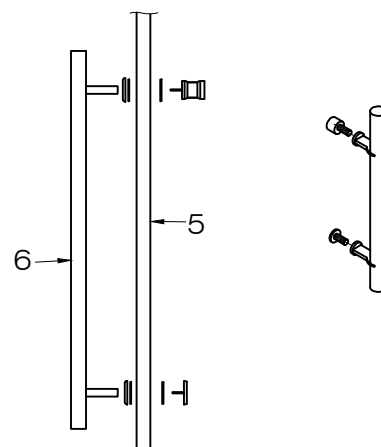

FIG. 9
2. Positionnez la poignée sur la porte. Placez les rondelles en plastique (fournies) sur chaque côté de la porte. [Cf. FIG. 9]